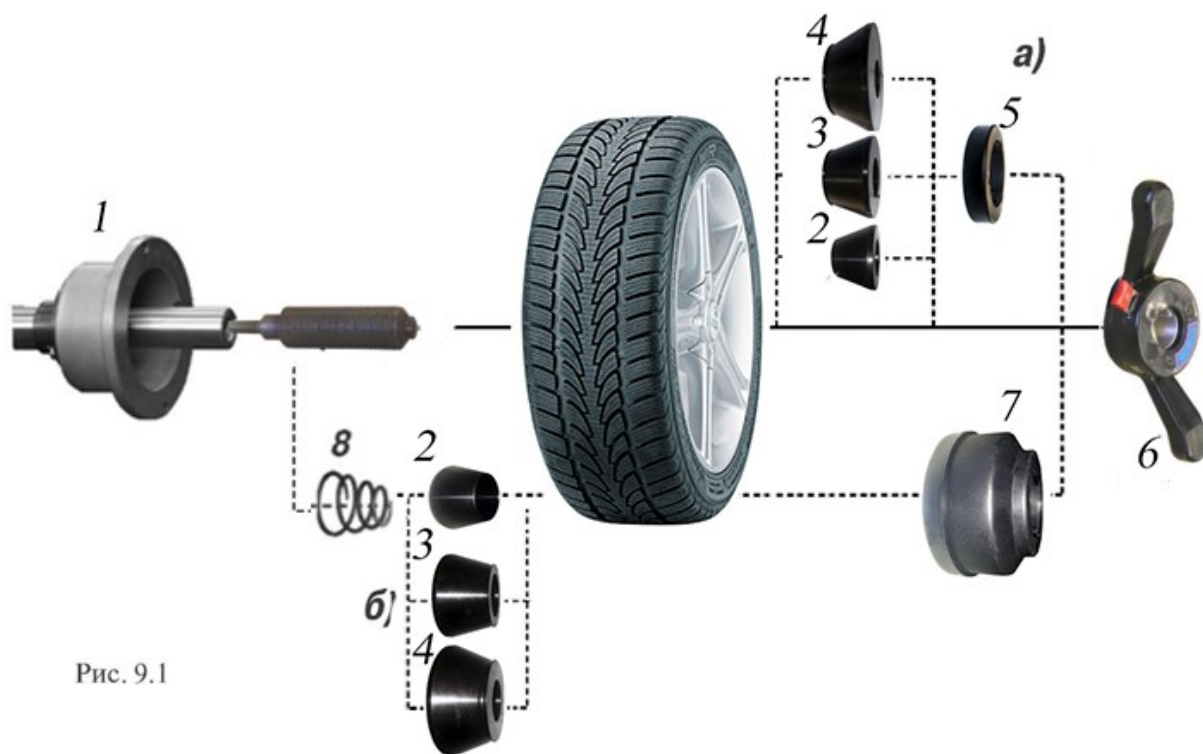

Рис. 9.1
9.2. Балансируемое колесо закрепляется на валу СБ за центральное отверстие обода с помощью конусов и быстросъемной гайки с раздвижными резьбовыми сухарями. В зависимости от конфигурации обода конус может быть установлен как с внешней стороны обода (вариант "а"), так и с внутренней (вариант "б") (см. рис. 9.1)
9.5. СБ оборудован педалью для ускорения установки колеса по (варианту «б») (см. рис. 9.1) Установите колесо на конус, установите быстросъемную гайку, нажмите два раза педаль, удерживая колесо и быстросъемную гайку. Вал СБ начнет вращаться, зажимая колесо, когда колесо будет зажато вращение вала остановиться. Окончательно затяните колесо быстросъемной гайкой вручную.